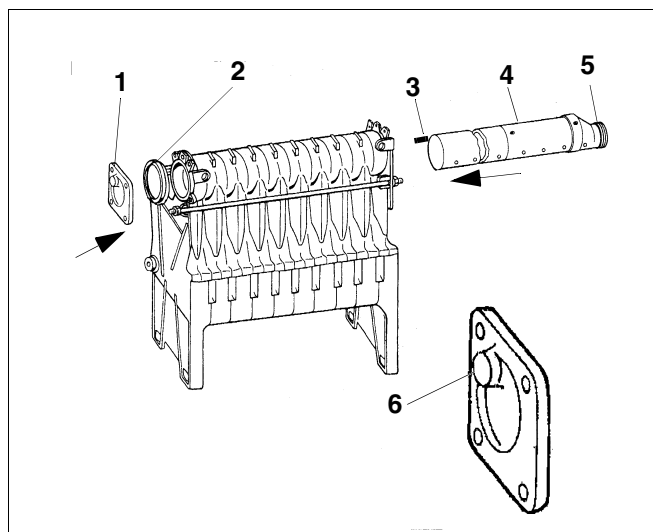

Fig. 21 Situation d'assemblage du tube injecteur
- Obtenir le moyeu supérieur à l'arrière avec la bride pleine (fig. 21, **pos. 1**) et le joint plat (fig. 21, **pos. 2**). L'encoche placée de façon excentrée (fig. 21, **pos. 6**) est destinée à recevoir l'ergot (fig. 21, **pos. 3**) sur l'extrémité du tube injecteur (fig. 21, **pos. 4**). La bride pleine (fig. 21, **pos. 1**) est montée correctement si l'encoche (fig. 21, **pos. 6**) est tournée vers le milieu et située en haut.
- Introduire partiellement l'extrémité du tube injecteur (fermé à l'arrière avec l'ergot, fig. 21, **pos. 4**) dans le moyeu supérieur et visser avec la rallonge suivante (vis M5 x 16).
Vérifiez si les joints (fig. 21, **pos. 5**) sont placés sur les éléments d'extrémités.
Légende pour la fig. 21